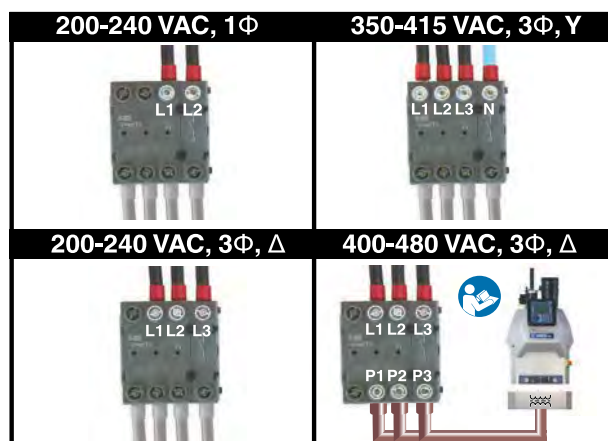

FIG. 14
7. Collegare i cavi di alimentazione come mostrato in FIG. 14. Non tutti i modelli utilizzano tutti e 4 i fili.